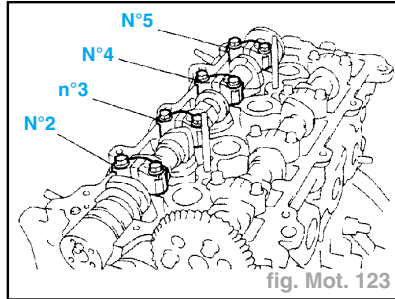

fig. Mot. 123
- Déposer les chapeaux de palier d'arbre à cames et les boulons n°4, n°5, n°2 et n°3 en suivant cet ordre (fig. Mot. 123).